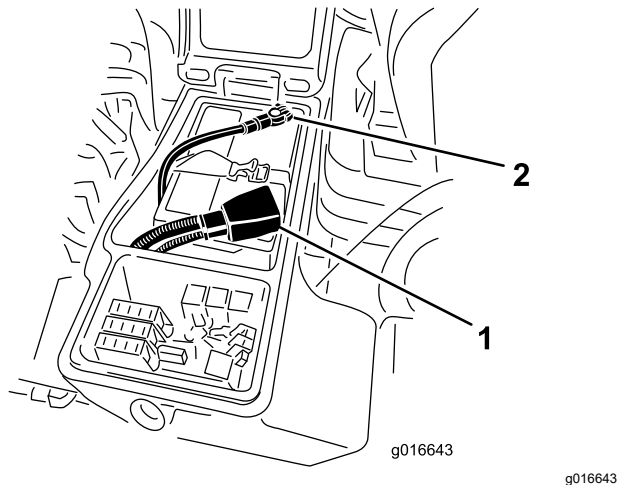

图 60
- 将正极红色接线连接到正极 (+) 电池端子负极黑色接线连接到负极 (-) 电池端子 (图 60)。